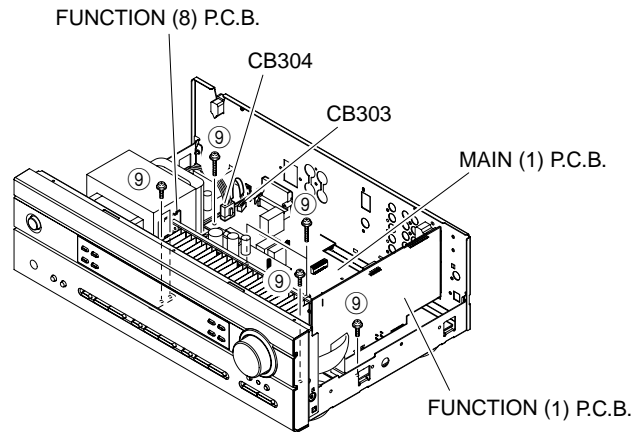

Fig. 5
5. Removal of MAIN (1), FUNCTION (1) and FUNCTION (8) P.C.B.s
- Remove CB303 and CB304. (Fig. 5)
- Remove 7 screws (⑨). (Fig. 5)
- Remove MAIN (1), FUNCTION (1) and FUNCTION (8) P.C.B.s.. (Fig. 5)
5. MAIN (1)、FUNCTION (1)、FUNCTION (8) P.C.B.の外し方
- CB303、CB304を外します。(Fig. 5)
- ⑨のネジ7本を外します。(Fig. 5)
- MAIN (1)、FUNCTION (1)、FUNCTION (8) P.C.B.を取り外します。(Fig. 5)